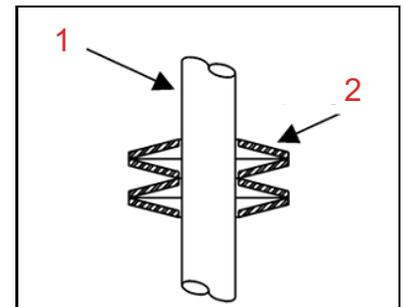

РИСУНОК 3-2. ВЫРАВНИВАНИЕ ПРУЖИННОЙ ШАЙБЫ
3. Закрепите регулируемое основание на детали, установив четыре пружинные шайбы и гайку (см. Рис. 3-2.). Подтяните гайку на половину оборота вручную с помощью предоставляемого ключа на 3/4.